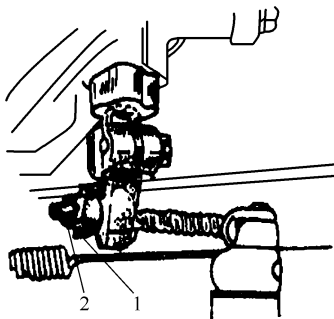

图 3-27 离合器踏板自由行程调整
(2) 机械操纵式离合器踏板自由行程的调整 通过调节分离拉杆的有效长度，来改变分离轴承与分离杠杆之间的间隙。如图 3-27 所示，先旋松锁紧螺母，然后转动拉杆上的调整螺母。一般情况下，旋出螺母行程增大，反之减小（这样调整可改变分离轴承与分离杠杆的间隙），调整后要把锁紧螺母锁牢。必要时还需调整离合器踏板限位螺钉。
(3) 油压操纵式离合器自由行程的调整 对于离合器是采用油压操纵式机构时, 踏板自由行程的调整是通过改变总泵分离叉推杆的长度进行调整的, 方法是先拧松工作总泵上推杆锁紧螺母, 转动推杆, 即可调整推杆与活塞之间的间隙 (图 3-27 所示与液压制动踏板自由行程的调整相似, 请参阅便可); 或是改变助力推杆的长度, 进而调整分离轴承与分离杠杆端面的间隙。具体间隙: 推杆与活塞之间为 $0.2 \sim 0.7\text{mm}$, 助力推杆空行程为 $3 \sim 5\text{mm}$ 。